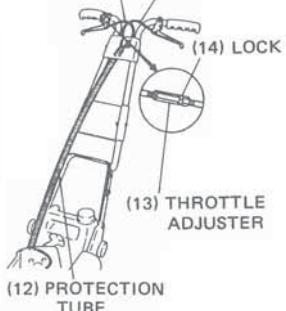

Fig. 7
- a. Route the protection tube containing the adjust wire, throttle wire, and stop cord as shown in figure 7.
- c. Connect the throttle wire end to the throttle lever which is located on the right handle. After connection of throttle wire, turn throttle adjuster counterclockwise until play between the throttle lever and wire becomes minimized and then lock throttle adjuster with lock nut. (Fig. 7)
- d. Connect the adjust wire to the adjust lever which is located on the left handle. (Fig. 7)
- a. Legen Sie das Schutzrohr, welches das Ausgleichsseil, das Drosselseil und das Abstellseil enthält, wie in Abbildung 7 gezeigt.
- c. Verbinden Sie das Drosselseilende mit dem Drosselhebel, welcher sich am rechten Handgriff befindet. Nachdem das Drosselseil verbunden ist, drehen Sie den Drossleinsteller linksgängig, bis der Spielraum zwischen dem Drosselhebel und dem Seil verringert wird. Anschließend den Drossleinsteller mit einer Verschluss-Schraube verriegeln. (Abbildung 7)
- d. Einstellseil mit Einstellhebel, welcher sich am linken Handgriff befindet, verbinden. (Abbildung 7).